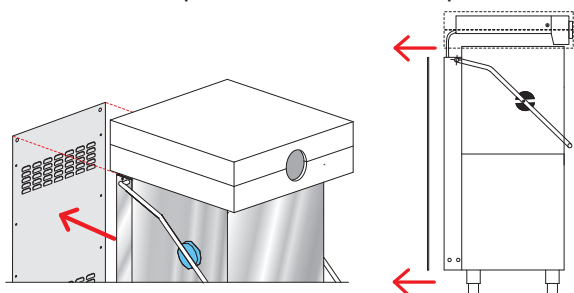

Fig. 10
- Togliere lo schienale (vedi Fig. 10).